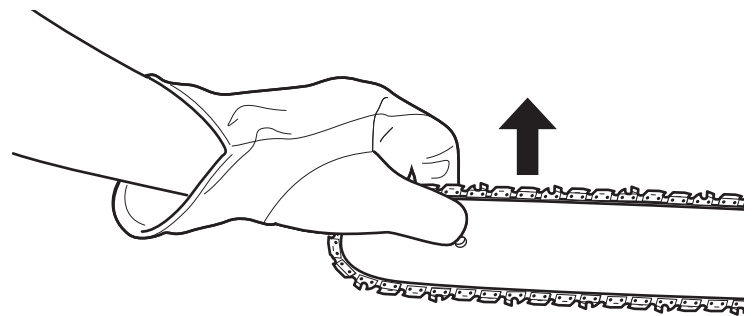
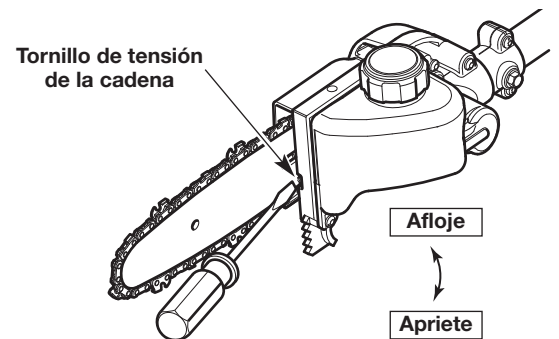

Fig. 19
Fig. 20
- Sostenga la punta de la barra de guía hacia arriba (Fig. 19) y con un destornillador de cabeza plana gire el tornillo de tensión de la cadena (Fig. 20).